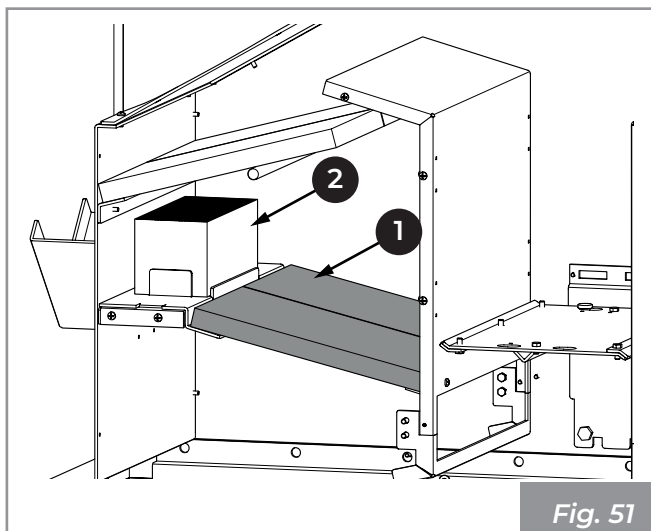

Fig. 51
- 5) Faire glisser et extraire les panneaux (1) (Fig. 51).
6) Faire glisser et extraire le joint torique (2).